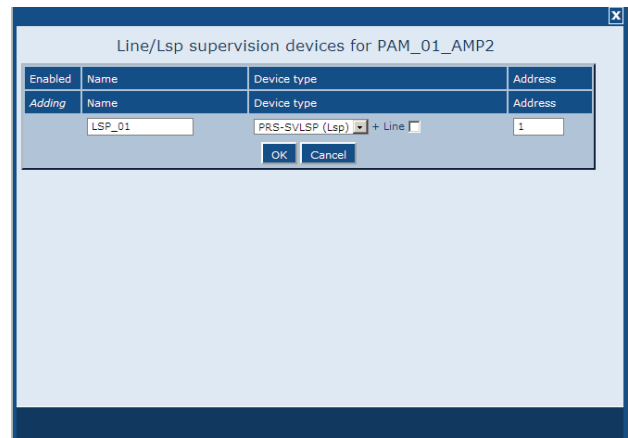

figura 44.17: Agregar dispositivo de supervisión, paso 3
- Introduzca los datos del dispositivo de supervisión (consulte figura 44.17 como ejemplo).
- Introduzca la dirección asignada al dispositivo de supervisión en el campo *Address* (consulte figura 44.17).